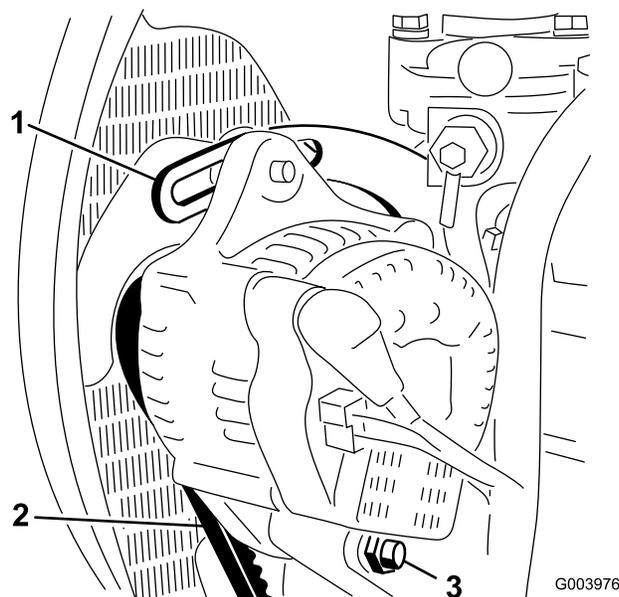

Figure 62
2. Vérifiez la tension de la courroie d'alternateur en exerçant une pression modérée avec le pouce au centre du brin, entre l'alternateur et la poulie du moteur (Figure 62).
3. Desserrez le boulon de fixation du renfort au moteur (Figure 62), le boulon de fixation de l'alternateur au renfort et le boulon de pivot.